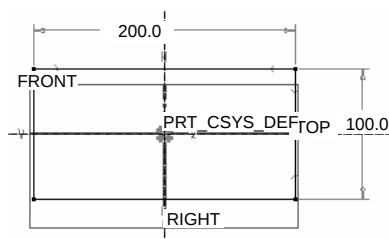

图 6.2.7 截面草图
Step5. 创建特征截面。进入草绘环境后，首先接受默认参考，然后绘制图 6.2.7 所示的截面草图，完成后单击按钮 .